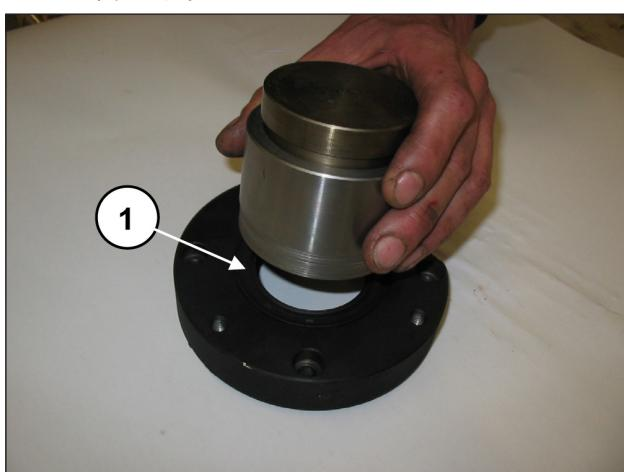

图 63
使用工具（代码27548200）（位置①，图 63）将径向密封圈插入PTO轴承盖内。